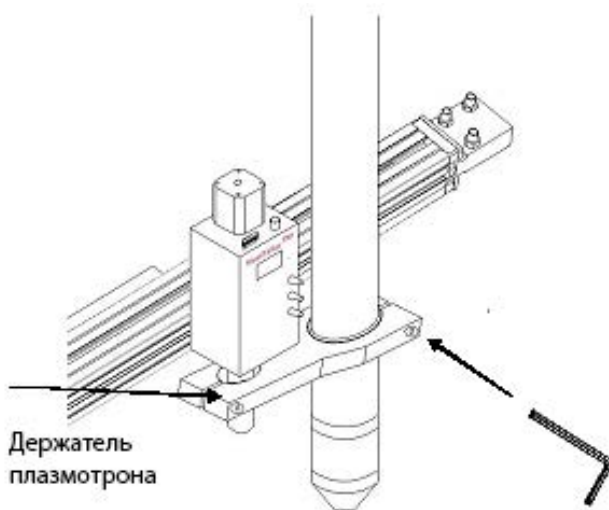

Рис. 10.0.4. Установка плазмотрона.
4. В зависимости от конструкции держателя плазмотрона установите и закрепите плазмотрон (См. рис. 10.0.4).